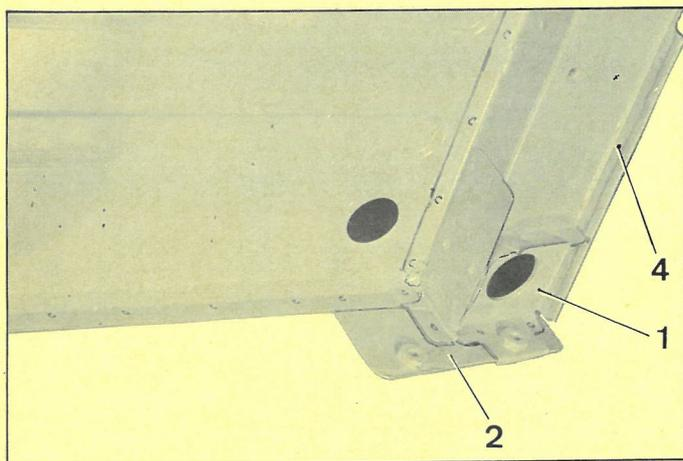

Fig. 4
7. Dégraffer les découpes de la tôle de fermeture (1) (fig. 4) restant sur la tôle (4) (fig. 4).